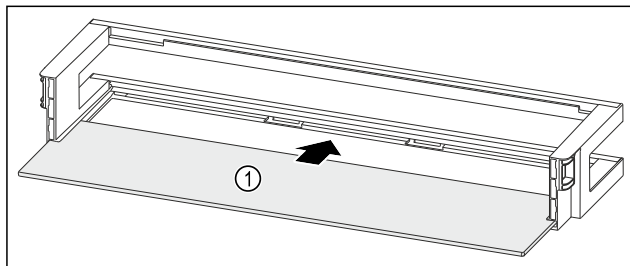

Fig. 200 Balconnet de contre-porte avec tablette de rangement
- ▶ Insérer la tablette de rangement Fig. 200 (1) dans les évidements latéraux.